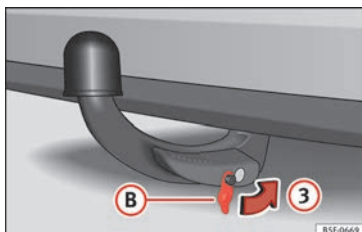

Fig. 228 Collocare il coperchio sulla serratura
- Collocare il coperchio (B) nella serratura nel senso della freccia 3 » fig. 228 » 1.